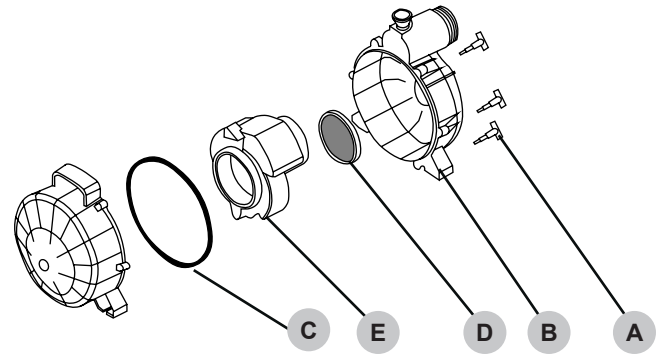

Fig. 19
6. Retire los pernos de la cubierta exterior del alojamiento de la bomba (Fig. 19 - A)
7. Retire la cubierta exterior del alojamiento de la bomba (Fig. 19 - B) y su sello de hule (Fig. 19 - C).
8. Retire la válvula de retención (Fig. 19 - D).
9. Retire el impulsor/voluta (Fig. 19 - E).